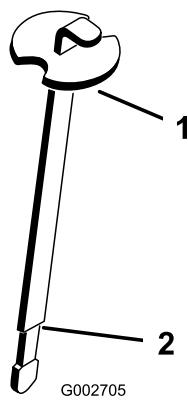

Figura 16
3. Retire la varilla del cuello de llenado y límpielala con un paño limpio. Inserte la varilla en el cuello de llenado; luego retírela y compruebe el nivel del aceite. El nivel de aceite debe llegar a la marca (la zona rebajada) de la varilla (Figura 16).